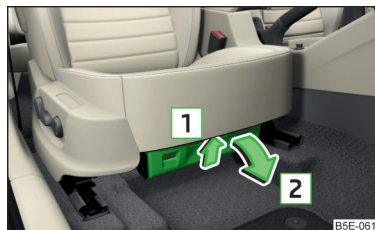

Abb. 107 Ablagefach öffnen
- Zum **Öffnen** auf den Griff in Pfeilrichtung **1** drücken und das Fach in Pfeilrichtung **2** aufklappen » Abb. 107.